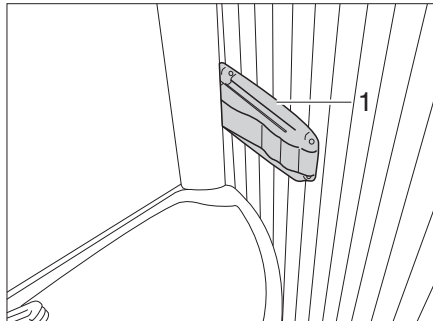

Bild 258 Vario-Toilette, Arretierung der Duschwand
- Arretierung (Bild 258,1) rechts am Waschbeckenrand eindrücken und am Waschbecken leicht ziehen. Das Waschbecken bewegt sich mit der Rückwand nach vorn.